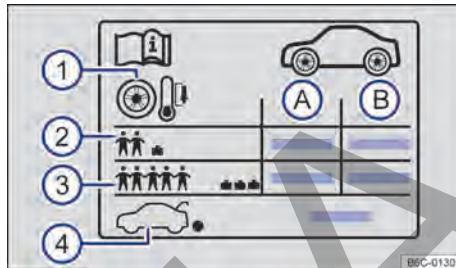

Fig. 192 Etiqueta con las presiones de los neumáticos
Indicaciones en la etiqueta de presión de los neumáticos → fig. 192:
- Adecuar la presión de los neumáticos según la carga del vehículo → fig. 192 .